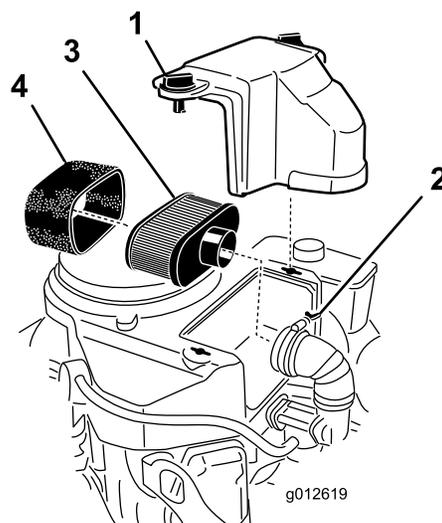

Рисунок 32
3. Очистите область вокруг воздушного фильтра для предотвращения попадания загрязнений в двигатель, что может вызвать его повреждение (Рисунок 32).
4. Отвинтите ручки крышки и снимите крышку воздушного фильтра (Рисунок 32).
5. Отверните хомут шланга и извлеките узел воздушного фильтра (Рисунок 32).
6. Осторожно снимите элемент из пеноматериала с бумажного элемента (Рисунок 32).
1. Очистите бумажный элемент легким постукиванием для удаления пыли. Если он очень грязный, замените бумажный элемент новым (Рисунок 32).
Не следует чистить бумажный фильтр. Меняйте его через каждые 200 часов работы (Рисунок 32). Осмотрите элемент на наличие разрывов, масляной пленки или повреждений на сальнике, и замените элемент, если он поврежден.
1. Осторожно наденьте элемент из пеноматериала на бумажный элемент (Рисунок 32).
2. Установите воздушный фильтр в сборе на его основание или на шланг и закрепите его (Рисунок 32).
3. Установите на место крышку воздушного фильтра и затяните ручку крышки (Рисунок 32).